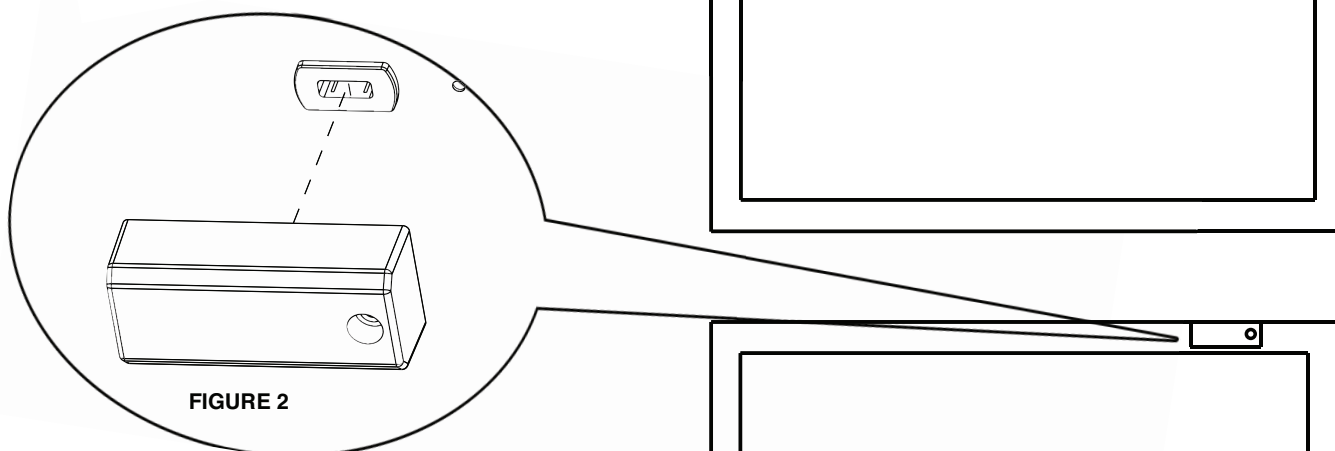

FIGURE 2
- 2.) Couper l'alimentation et enlever le panneau de plafond. (Fig. 2)
2. Brancher le c-Max™ dans le réceptacle USB-C par la connexion USB (voir **Fig. 2**).